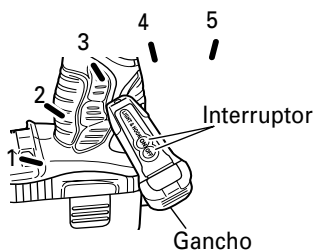

Fig. 9
- (1) Presione el interruptor para apagar la luz. Si se olvida de apagar la luz, la misma se apagará automáticamente al cabo de 15 minutos.
- (2) La dirección de la luz se puede ajustar dentro del alcance de las posiciones 1-5 del gancho. (Fig. 9)